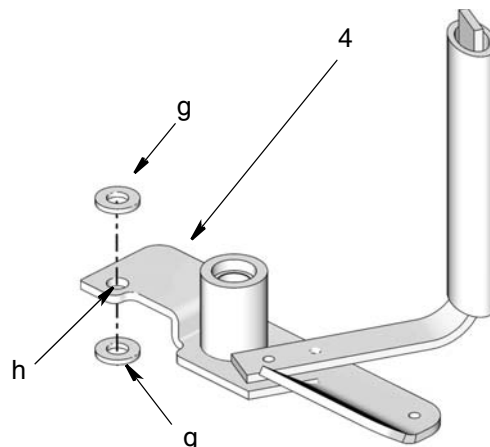

FIG. 8
- a. Allineare le rondelle (g) al foro alla base (h) della pala di mescolamento (4). Una rondella dovrebbe essere sulla parte superiore del foro e l'altra sulla parte inferiore (sotto) come in FIG. 8.